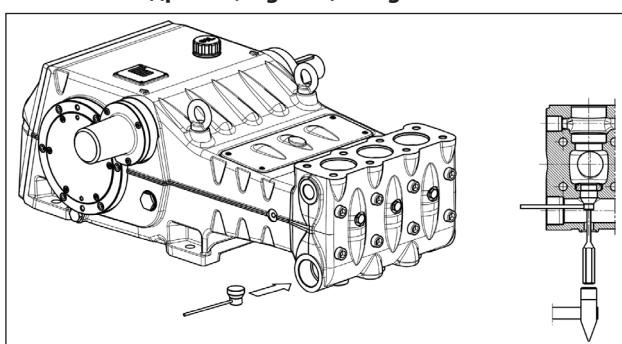

Fig. 113
Qualora l'estrazione del gruppo valvola di aspirazione risultasse particolarmente difficoltosa (ad es. per incrostazioni dovute ad un prolungato inutilizzo della pompa) utilizzare l'attrezzo estrattore cod. 27516200 (per LK36-LK40-LK45) o cod. 27516300 (per LK50-LK55-LK60)(pos. ①, Fig. 113) ed agire come indicato.